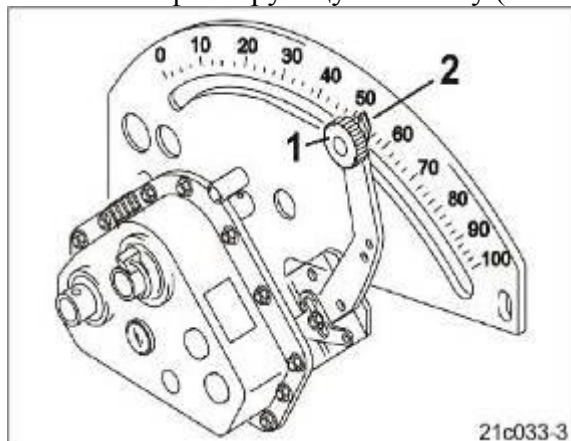

Рис.66
6. Ослабьте фиксирующую головку (Рис. 66/1).
8. Установите указатель (Рис. 66/2) рычага передач **снизу** на регулируемое значение редуктора.